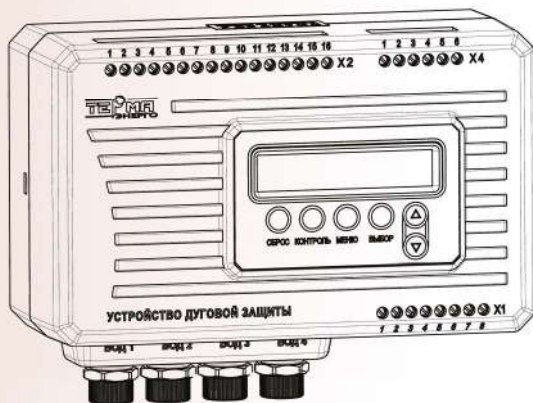

Рис. 2 Блок управления УДЗ 00
- формирование 3-х сдвоенных импульсных сигналов отключения с выходных ключей АВАР1-АВАР3, рис. 2. Один из сдвоенных сигналов применяется для работы на вакуумные выключатели, другой может использоваться в схемах индикации и автоматики;